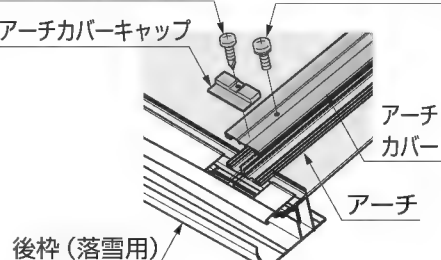

図6-6
- 後枠(落雪用)の場合は、アーチカバー端部にアーチカバーキャップを【1-6】で取付けてください。(図6-6参照)